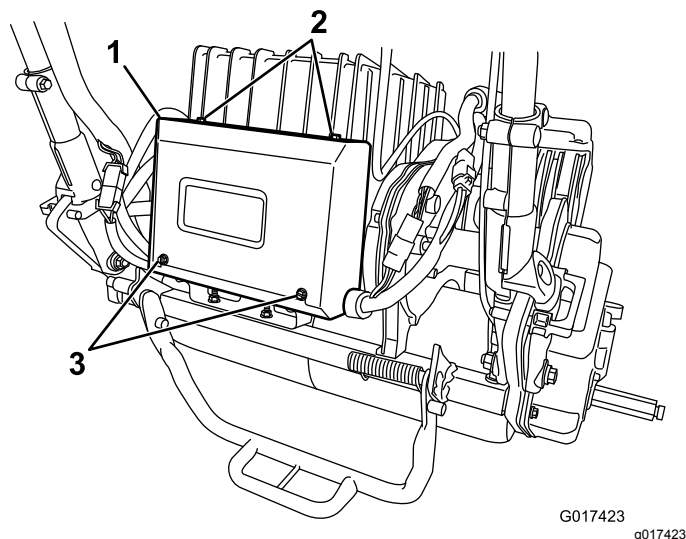

Рисунок 41
2. Отверните 2 задних винта от электроблока и ослабьте 2 верхних винта, затем снимите крышку блока (Рисунок 41)